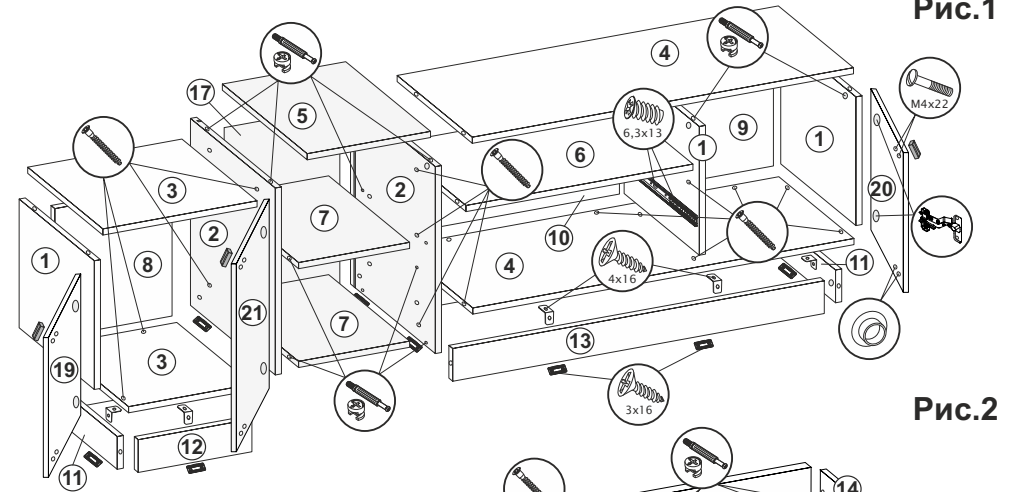

Рис.1
1. Соединить левые боковины (1,2), нижнюю крышу (3) и заднюю стенку (8) еврошурупами (рис.1).
2. Верхнюю крышу (3) соединить с левой боковиной (1) и задней стенкой (8) эксцентриками, а с левой боковиной (2) еврошурупами (1) (рис.1).
3. **Сборка основания левой части изделия:** Шурупами 3x16 прикрутить подпятники к стяжкам (11,12) и левой боковине (2). Соединить стяжки (11,12) эксцентриками, прикрепить к боковине (2) еврошурупами, затем к нижней крыше (3) уголками 2x20 и шурупами 4x16 (рис.1,3).
4. К центральной боковине (1) и правой боковине (2) прикрутить направляющие винтами-потай 6,3x13 (рис.1).
5. Соединить боковины (1,2), нижнюю крышу (4) и задние стенки (9,10) еврошурупами (рис.1).
6. Стяжку (6) закрепить на задней стенке (10) эксцентриками, затем соединить с боковинами (1,2) еврошурупами (рис.1).
7. Верхнюю крышу (4) соединить с боковинами (1) и задней стенкой (9) эксцентриками, а с правой боковиной (2) еврошурупами (1) (рис.1).
8. **Сборка основания правой части изделия:** Шурупами 3x16 прикрутить подпятники к стяжкам (11,13) и правой боковине (2). Соединить стяжки (11,13) эксцентриками, прикрепить к правой боковине (2) еврошурупами, затем к нижней крыше (4) уголками 2x20 и шурупами 4x16 (рис.1,3).
9. Соединить боковины (2) со стяжками (7), используя эксцентрики (рис.1).
10. Вставить ХДФ (17) в пропилы боковин (2). Установить на боковины (2) крышу (5), используя эксцентрики. Замерить диагонали секции (должны быть равны: +/- 2 мм), затем закрепить ХДФ(17) с помощью фиксаторов с шурупами и прибить гвоздями 2x20 к нижней стяжке (7) (рис.1).
11. Установить изделие на постоянное место. В зависимости от расположения створок (19,20,21) (правое или левое), досверлить необходимые отверстия Ø5 мм под ручки. Оставшиеся технические отверстия заглушить мебельными заглушками d5 (рис.1).
12. **Только после окончательной сборки изделия** навесить створки (19,20,21) на короб тумбы, используя петли и шурупы 4x16 (рис.1). Отрегулировать петли.
13. К створкам (19,20,21) прикрутить ручки винтами M4x22 (рис.1).